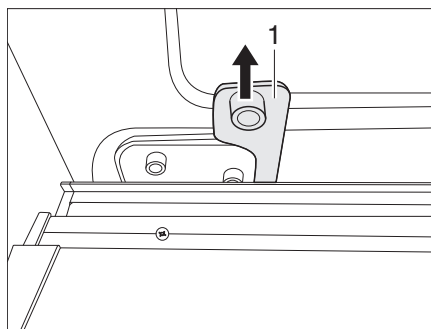

Figure 18 Déverrouillage de secours
- Tirer vigoureusement le déverrouillage de secours (Figure 18, 1) vers le haut et l'accrocher dans la goupille de réception prévue à cet effet. La porte coulissante est maintenant déconnectée et ne peut être ouverte et fermée que manuellement.